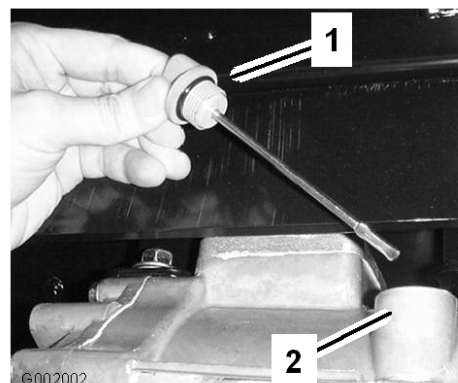

Figura 62
2. Retire la varilla del transeje y límpiela con un paño limpio (Figura 62).